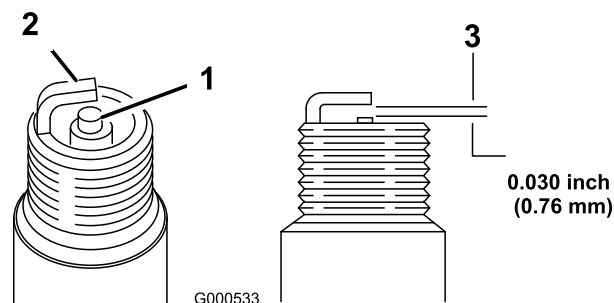

Figura 30
5. Impostate la luce sul tappo a 0,76 mm, fate riferimento a \(Figura 30\).